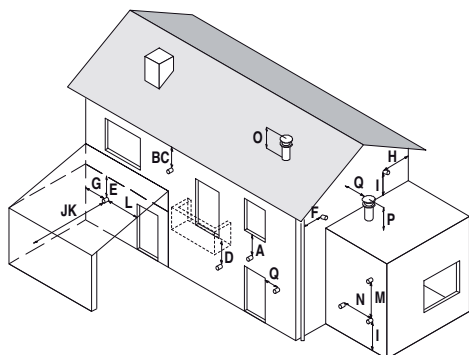

Figura 5.11
- rispettare le distanze minime di Figura 5.11 ed eventuali norme nazionali e locali vigenti.